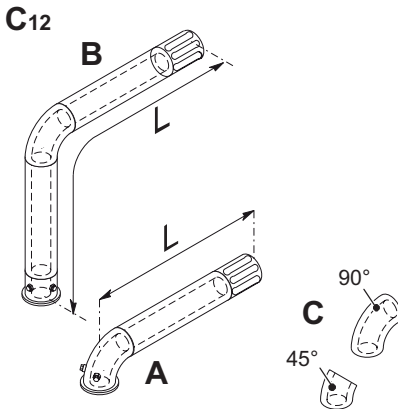

Figura 5.7
### **Kit de salida de humos de pared (Figura 5.7 A)**
Conducto coaxial Ø 60/100 mm con una longitud nominal (L Figura 5.7) de 915 mm.
**Kit de salida de humos vertical con codo a 90° (Figura 5.7 B)**
Conducto coaxial Ø 60/100 mm (Figura 5.7). Este kit permite subir 635 mm el eje de evacuación de la caldera.
**Codos adicionales a 45° o a 90° (Figura 5.7 C)**